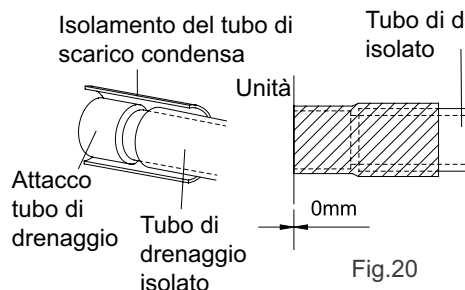

Fig.20
9. Assicurarsi di isolare il punto di connessione tra l'attacco di scarico e il tubo (Fig.20).